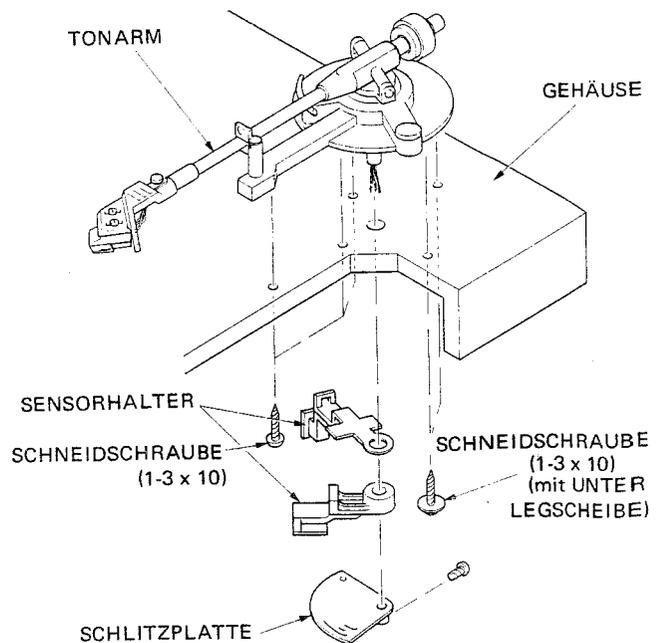

Abb. 9
4. Schrauben Sie die 5 Schrauben heraus, mit denen der Tonarm befestigt ist (2 1-3 x 10 Schneidschrauben mit Unterlegscheiben und 3 1-3 x 10 Schneidschrauben). [Siehe Abb. 9]